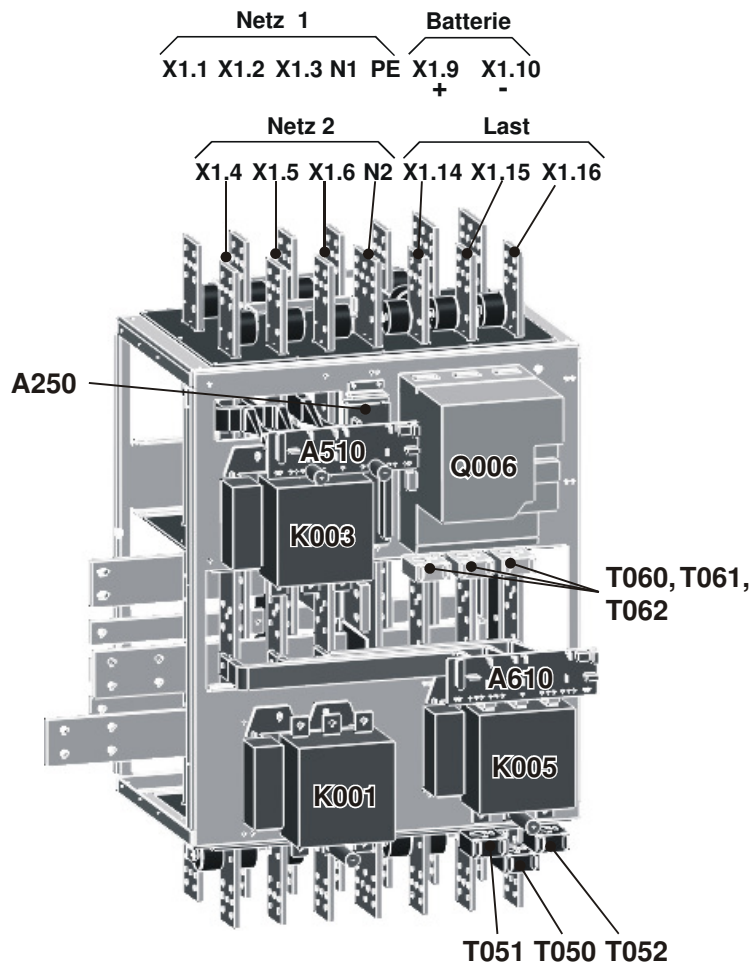

Bild 5-36 Montagetafel UB420
**HINWEIS** Montageplatte, siehe Bild 5-36.